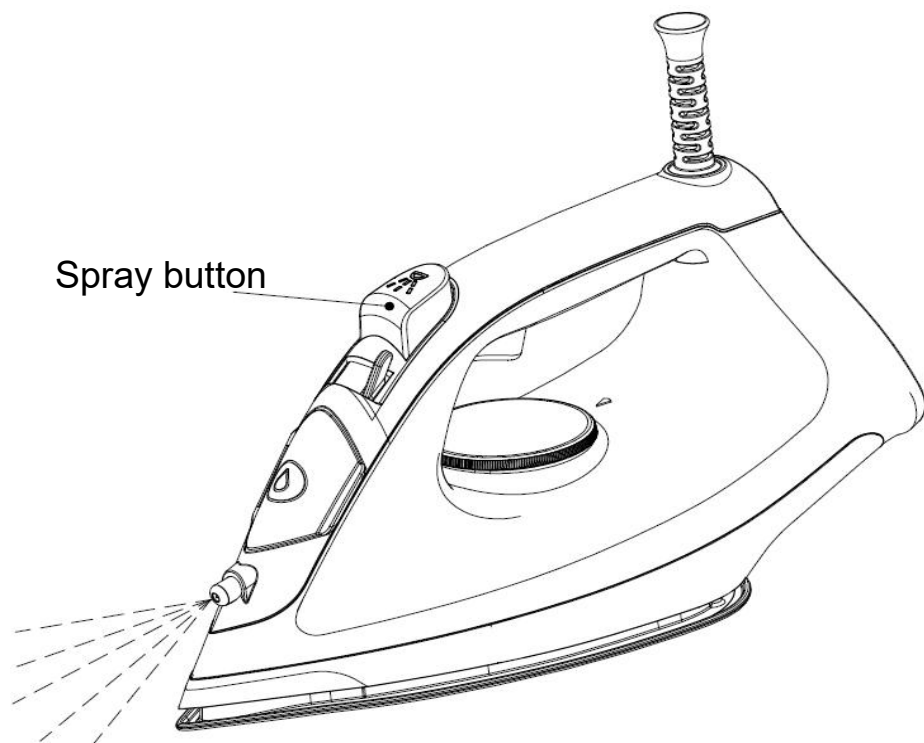

Fig.6
82.Du kan spraya dimma genom att trycka på sprayknappen en gång (se Fig.6).